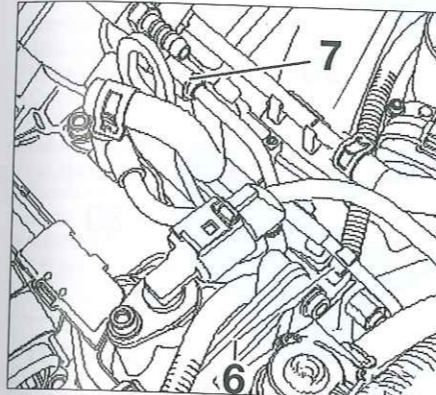

Fig. 65
- Desmontar la grapa (6) del conducto alta presión (Fig.65).
- Aflojar los extremos del conducto de alta presión (7).